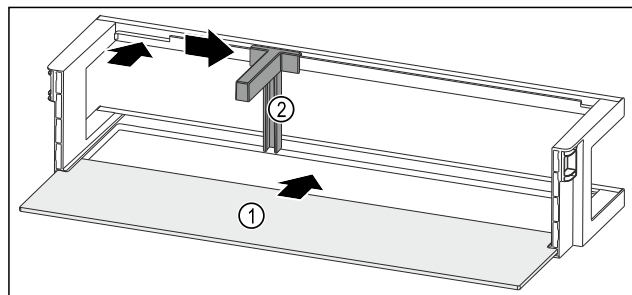

Fig. 94 Dørhylle med oppstillingsplass
- Skyv oppstillingsplassen Fig. 94 (1) inn i fordypningene på sidene.
- Sett inn flaskeholderen Fig. 94 (2) i fordypningen.
- Skyv flaskeholderen Fig. 94 (2) i ønsket posisjon til side.